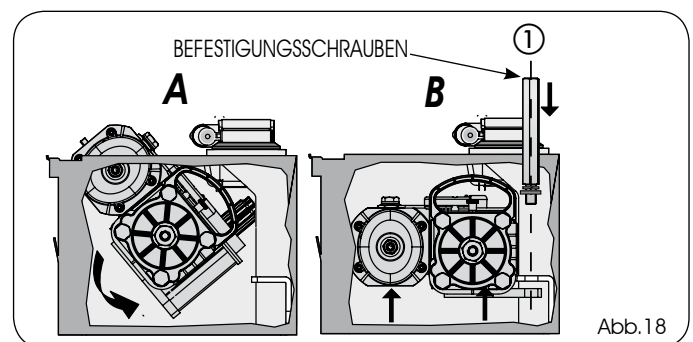

Abb. 18
- 8) Den Antrieb mit Hilfe der entsprechenden Griffe in das Tragegehäuse einsetzen (siehe Abbildung 18 A).
- 10) Den Antrieb mit den entsprechenden Griffen (Abb. 18, Bez. B) anheben, sodass das Ritzel in die Nutbuchse im Tragegehäuse eingreift. Um den Vorgang zu erleichtern, den Antrieb leicht drehen, bis die Kupplung entsteht.
- 11) Die Befestigungsschrauben mit Feder und Scheibe einsetzen und eindrehen (siehe Abb. 18 B, Bez. 1), sodass der Antrieb am Tragegehäuse befestigt wird. (UM DEN VORGANG ZU ERLEICHTERN, DEN MOTOR IM MITTLEREN TEIL ABSTÜTZEN).
- 9) Den Antrieb mit Hilfe der entsprechenden Griffe in das Tragegehäuse einsetzen (siehe Abbildung 18 A).
- 14) Die Befestigungsschrauben mit Feder und Scheibe einsetzen und eindrehen (siehe Abb. 18 B, Bez. ①), sodass der Antrieb am Tragegehäuse befestigt wird. (UM DEN VORGANG ZU ERLEICHTERN, DEN MOTOR VON UNTEN IM MITTLEREN TEIL ABSTÜTZEN)